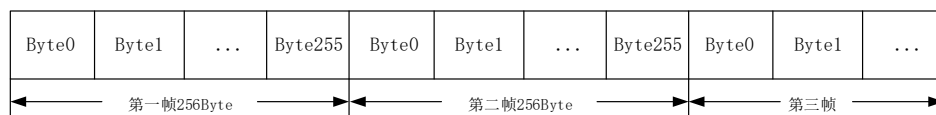

图 5.28 字节分帧示意图
RS485 配置页面如图 5.28 所示，下面详细介绍 RS485 配置：
- 字节分帧：范围 32~2048B，该配置用于限制数据包的最大长度，当串口收到“字节分帧”设定数量的字节时会已将收到的数据作为一个数据包转发出去；如图 5.28 所示，当“字节分帧”设置为 256 时，则串口每接收 256Byte 时就会自动分帧。